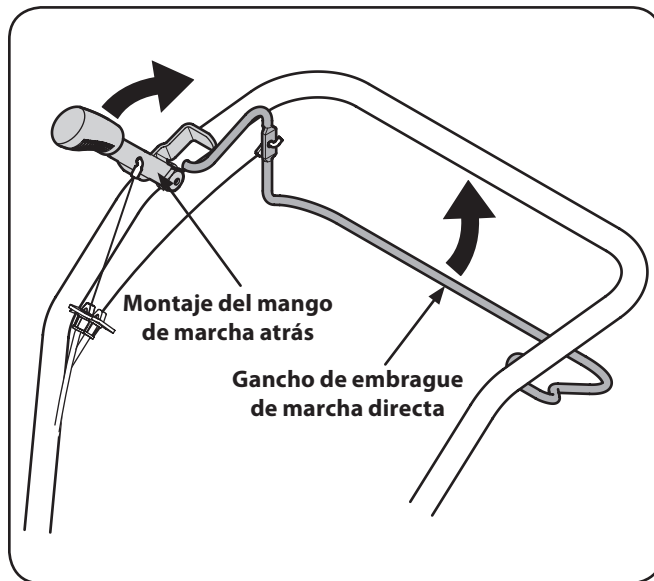

Figura 5-2
2. Cuando realiza la labranza, distiéndase y deje que las ruedas tiren de la unidad mientras los dientes cavan. Camine detrás, levemente hacia un lado de la unidad. Use una mano, pero sujete la barra de control de forma ligera – aunque firme (mientras deja el brazo flojo). Vea la Figura 5-2. Deje que la unidad se mueva a su propio ritmo y no empuje hacia abajo en las barras de control para intentar forzar los dientes para que caven más profundo – esto quita peso a las ruedas y reduce la tracción.